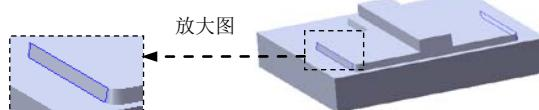

图 16.6.9 拔模 1
Step5. 创建图 16.6.9 所示的零件特征——拔模 1。
(1) 选择命令。选择下拉菜单 **插入(I)** → **特征(E)** → **拔模(D)...** 命令 (或单击“特征(F)”工具栏中的  按钮)。